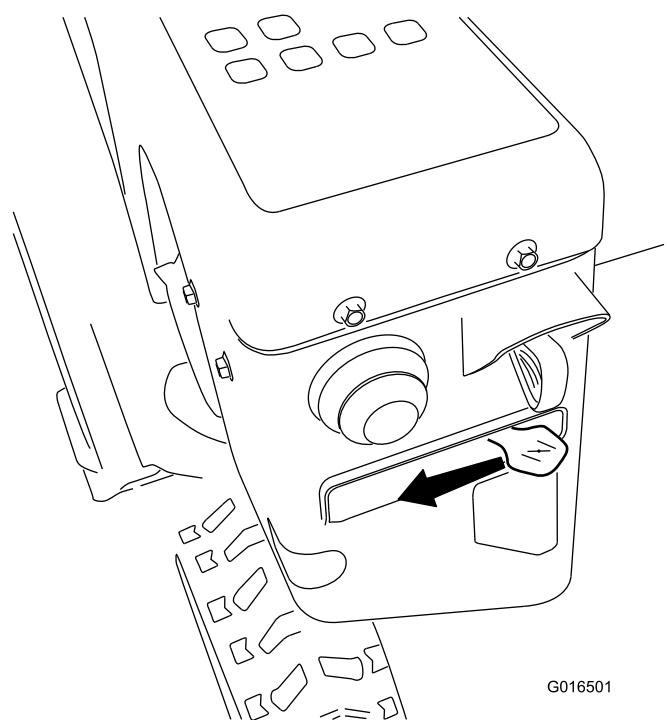

Bild 22
5. Stellen Sie den Choke auf die CHOKE-Stellung (Bild 22).